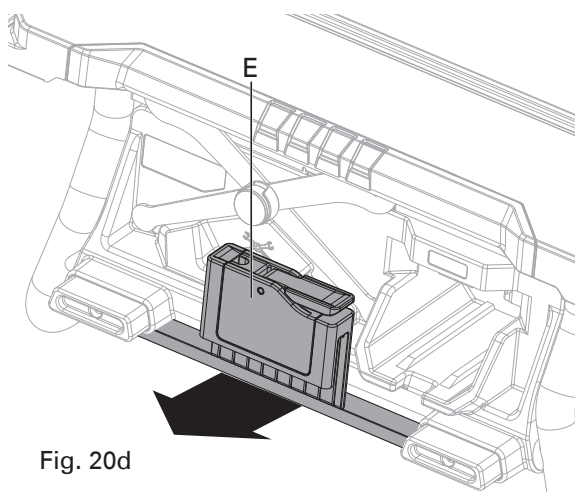

Fig. 20d
- Extraire l'ensemble du garde secondaire (E) de son étui de rangement. (Fig. 20d)